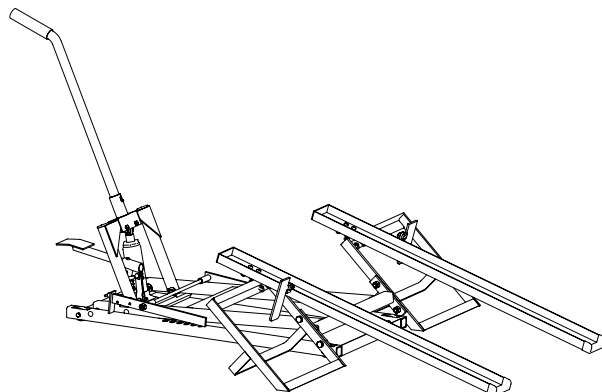

Figura 6: Ensamblaje final
6. Coloque la elevadora para podadoras en el piso y haga girar las placas de detención hacia afuera (vea la figura 6).